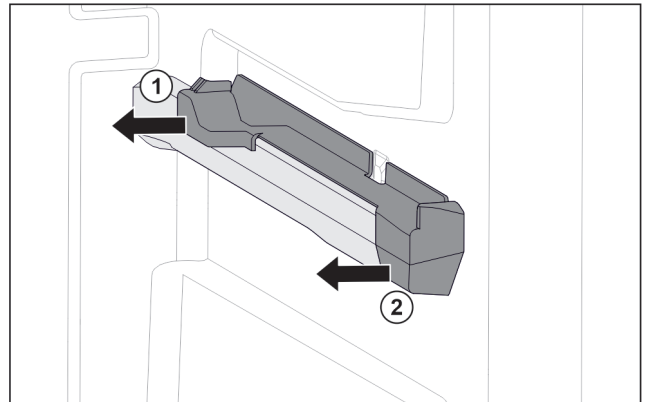

Fig. 85 Felhúzó elem a jobb oldali tartóbordán
- ▶ Oldalra húzza le a felhúzó elemet. Fig. 85 (1)
- ▶ Húzza előre felé a felhúzó elemet. Fig. 85 (2)